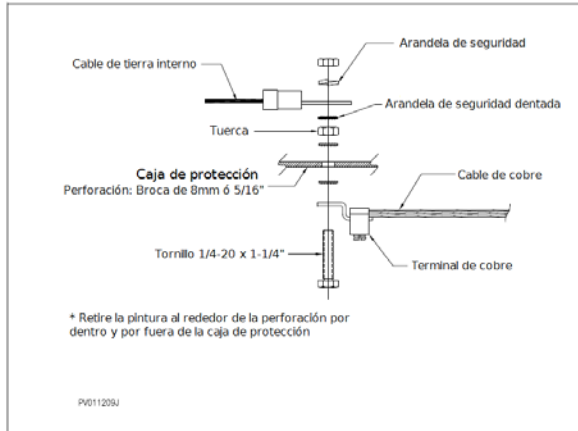

Figura 40: Fijación de los cables de aterrizamiento a la caja de protección.
3. Corte el cable de cobre y fíjelo a la parte exterior de la caja de protección, como se muestra en la Figura 40: "Fijación de los cables de aterrizamiento a la caja de protección".